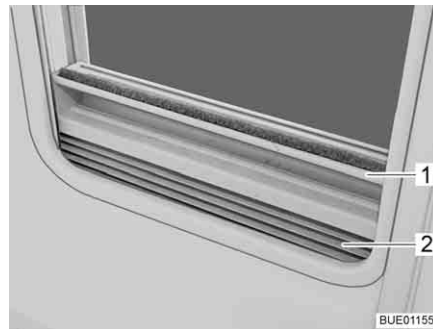

Fig. 43 Dispositif occultant plissé
- Saisir le dispositif occultant plissé (Fig. 43,2) par le centre de la barre-poi-gnée (Fig. 43,1), le tirer du bas vers le haut et le relâcher à la hauteur voulue. Le dispositif occultant plissé reste alors à cette hauteur.